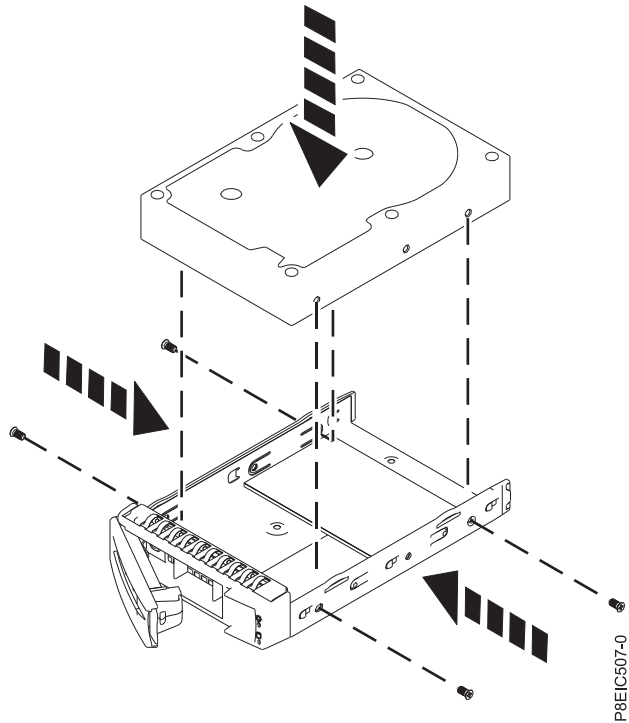

Figura 10. Montaje de la unidad de 3,5 pulgadas en la bandeja
- Una unidad de 3,5 pulgadas ocupa la bandeja, tal como se indica en Figura 10 en la página 13. Asegure la unidad en los laterales de la bandeja con cuatro tornillos (2 en cada lado).